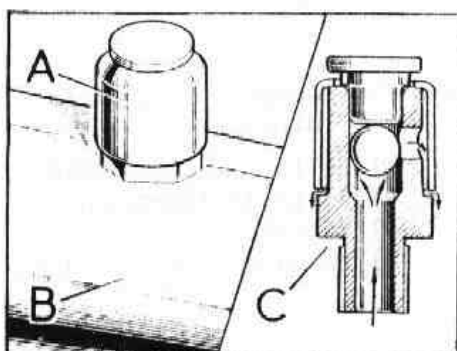

Fig. F-44 Válvula de ventilación del cárter del eje
- 2.1. Antes de instalar el cárter del eje en su sitio, se comprobará que la válvula de ventilación, A (Fig. F-44) está libre de obstrucción, ya que de lo contrario podrían originarse fallos de los retenes de aceite del eje y cárter - del pivote.
- a) Montar la válvula respiradero, A (Fig. F-44) aplicando previamente a la rosca, dos vueltas de cinta de teflón.